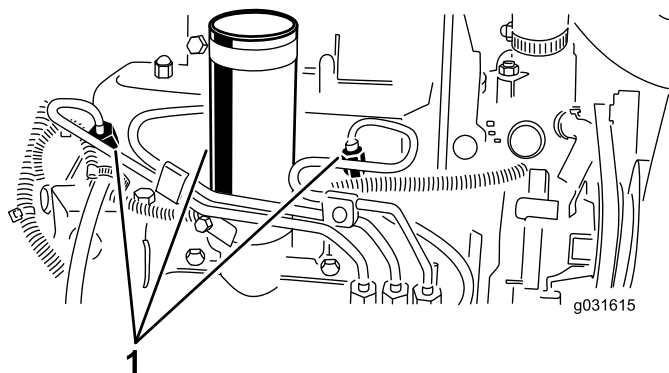

Figura 53
1. Liberte a tubagem que se encontra ligada ao injetor nº 1 e à estrutura de suporte da bomba de injeção (Figura 53).